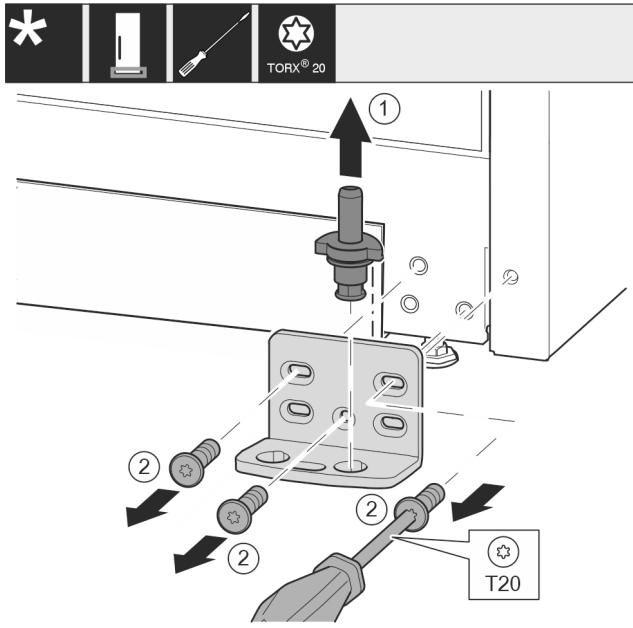

Fig. 12
- Ta ut hela lagerbulten genom att dra den uppåt. Fig. 12 (1)
- Skruva ut skruvarna med en skruvmejsel T20 och ta av lagerbocken. Fig. 12 (2)